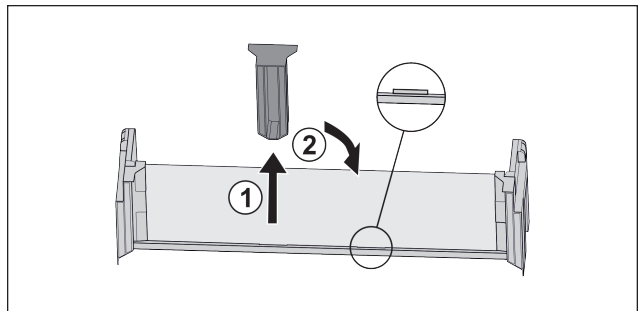

Fig. 17
- ▶ Middelste vasthouddeel lostrekken Fig. 17 (1).
- ▶ Middelste vasthouddeel in tweede positie inzetten Fig. 17 (2).